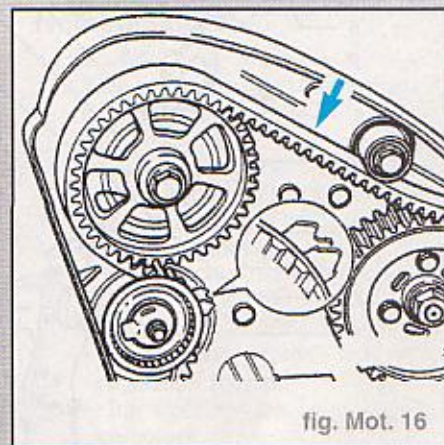

fig. Mot. 16
- Appuyer fortement sur la courroie crantée avec le pouce. La flèche et l'encoche doivent se décaler (fig. Mot. 16).